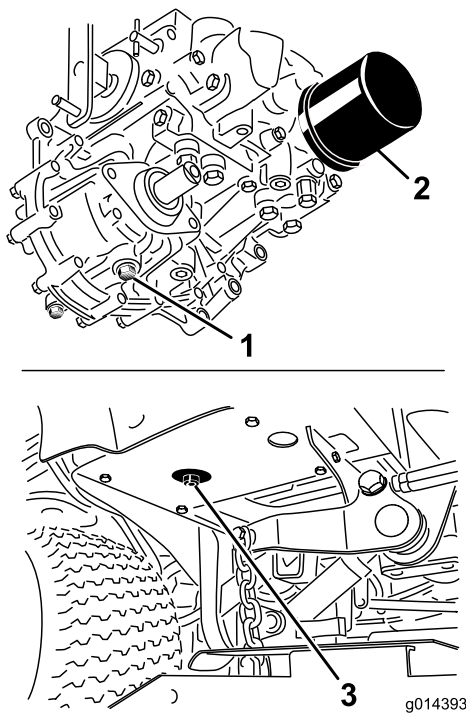

Figura 41
3. Coloque un recipiente grande debajo del depósito de aceite hidráulico y el alojamiento de la transmisión y retire los tapones; deje que se vacíe todo el aceite hidráulico (Figura 41).
4. Limpie la zona alrededor del filtro de aceite hidráulico y retire el filtro (Figura 41).